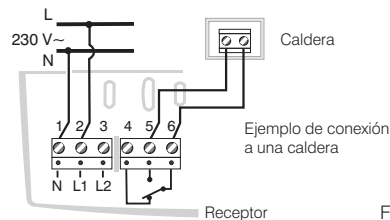

Fig. 6.i
- Mantener presionada la **tecla “—/—”** hasta oír una señal acústica y soltarla: el LED parpadea (fig. 6). El transmisor está combinado con el receptor.